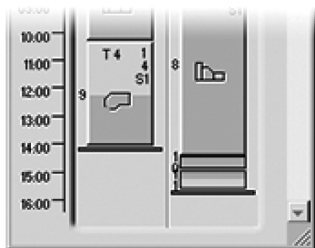

图 6-40 排列操作
- 11) 选择#9 起始和#11 末端，如图 6-40 所示。